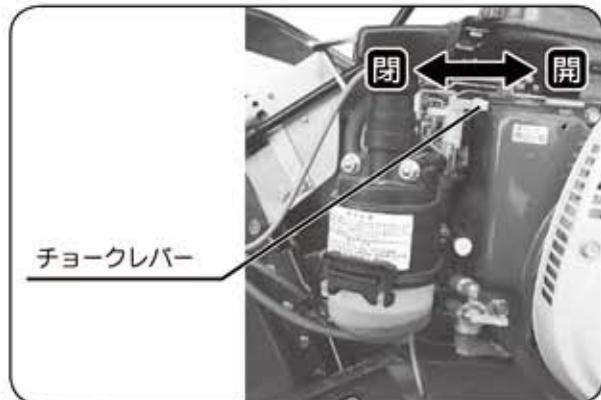

図7
(図7)
⑧エンジンの調子を見ながら、チョークレバーを徐々に戻して、チョークを【開】位置にしてください。 (図7)